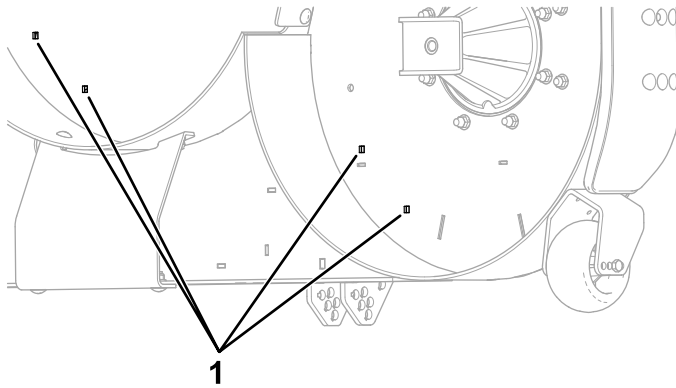

Figura 5
1. Retire los 4 tapones de la carcasa de corte (Figura 5).